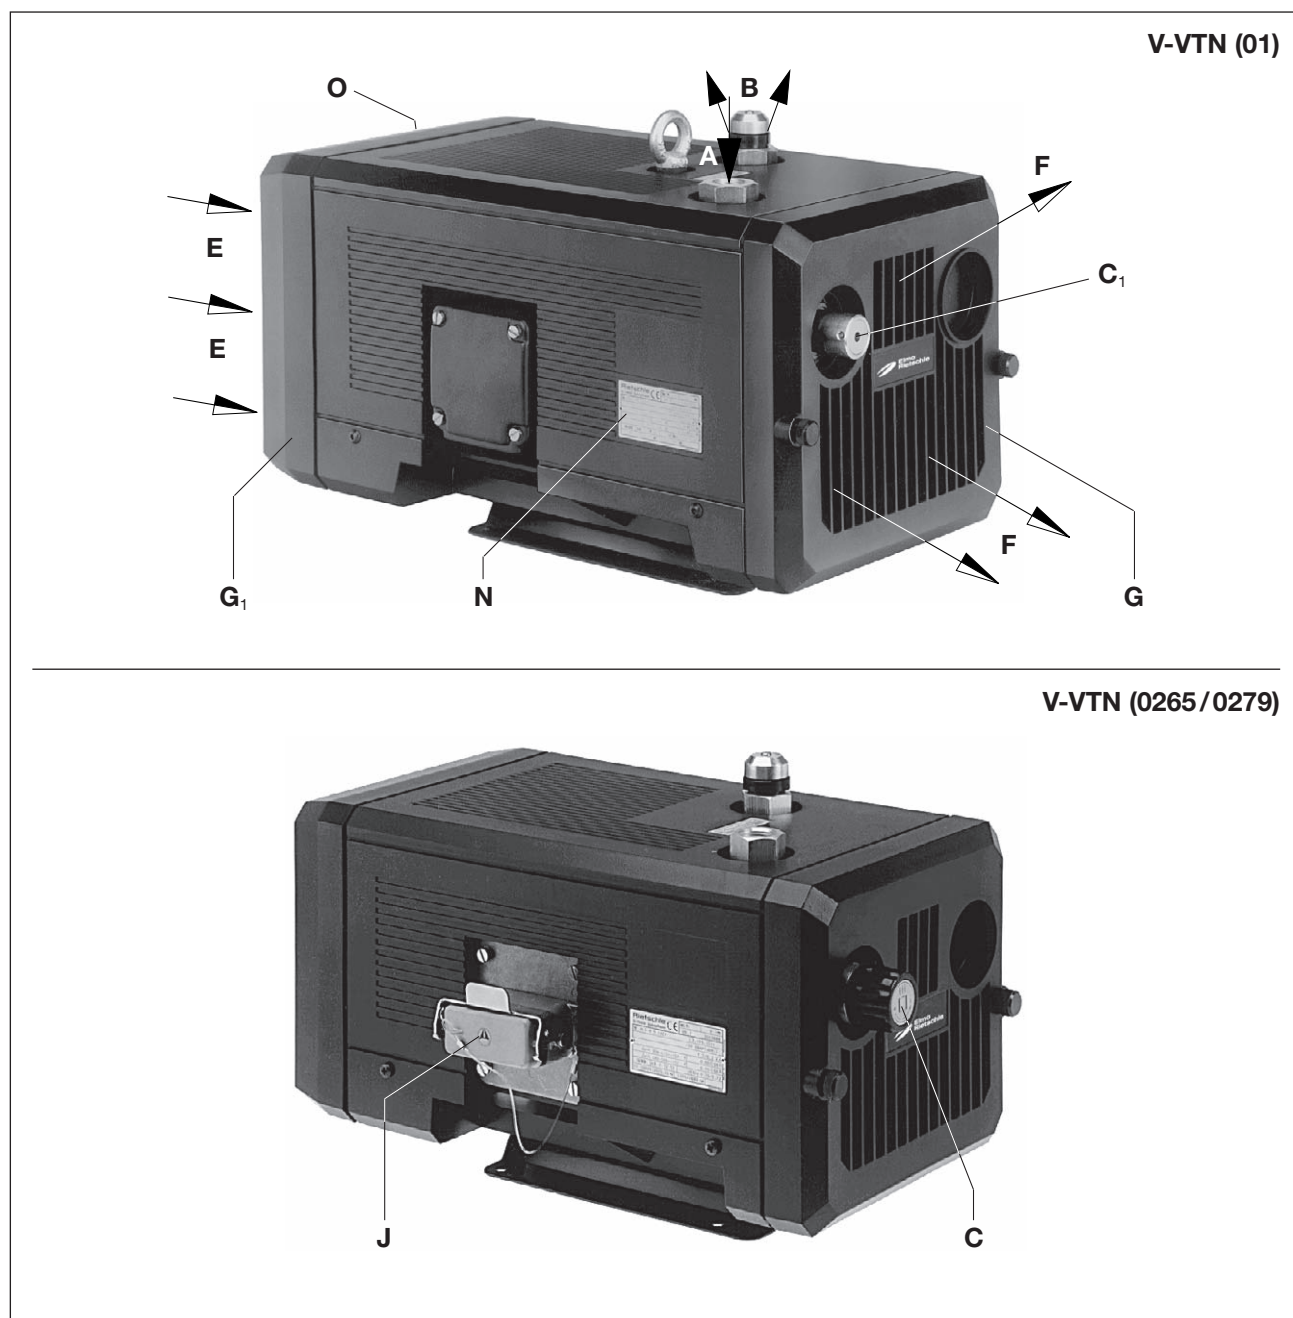
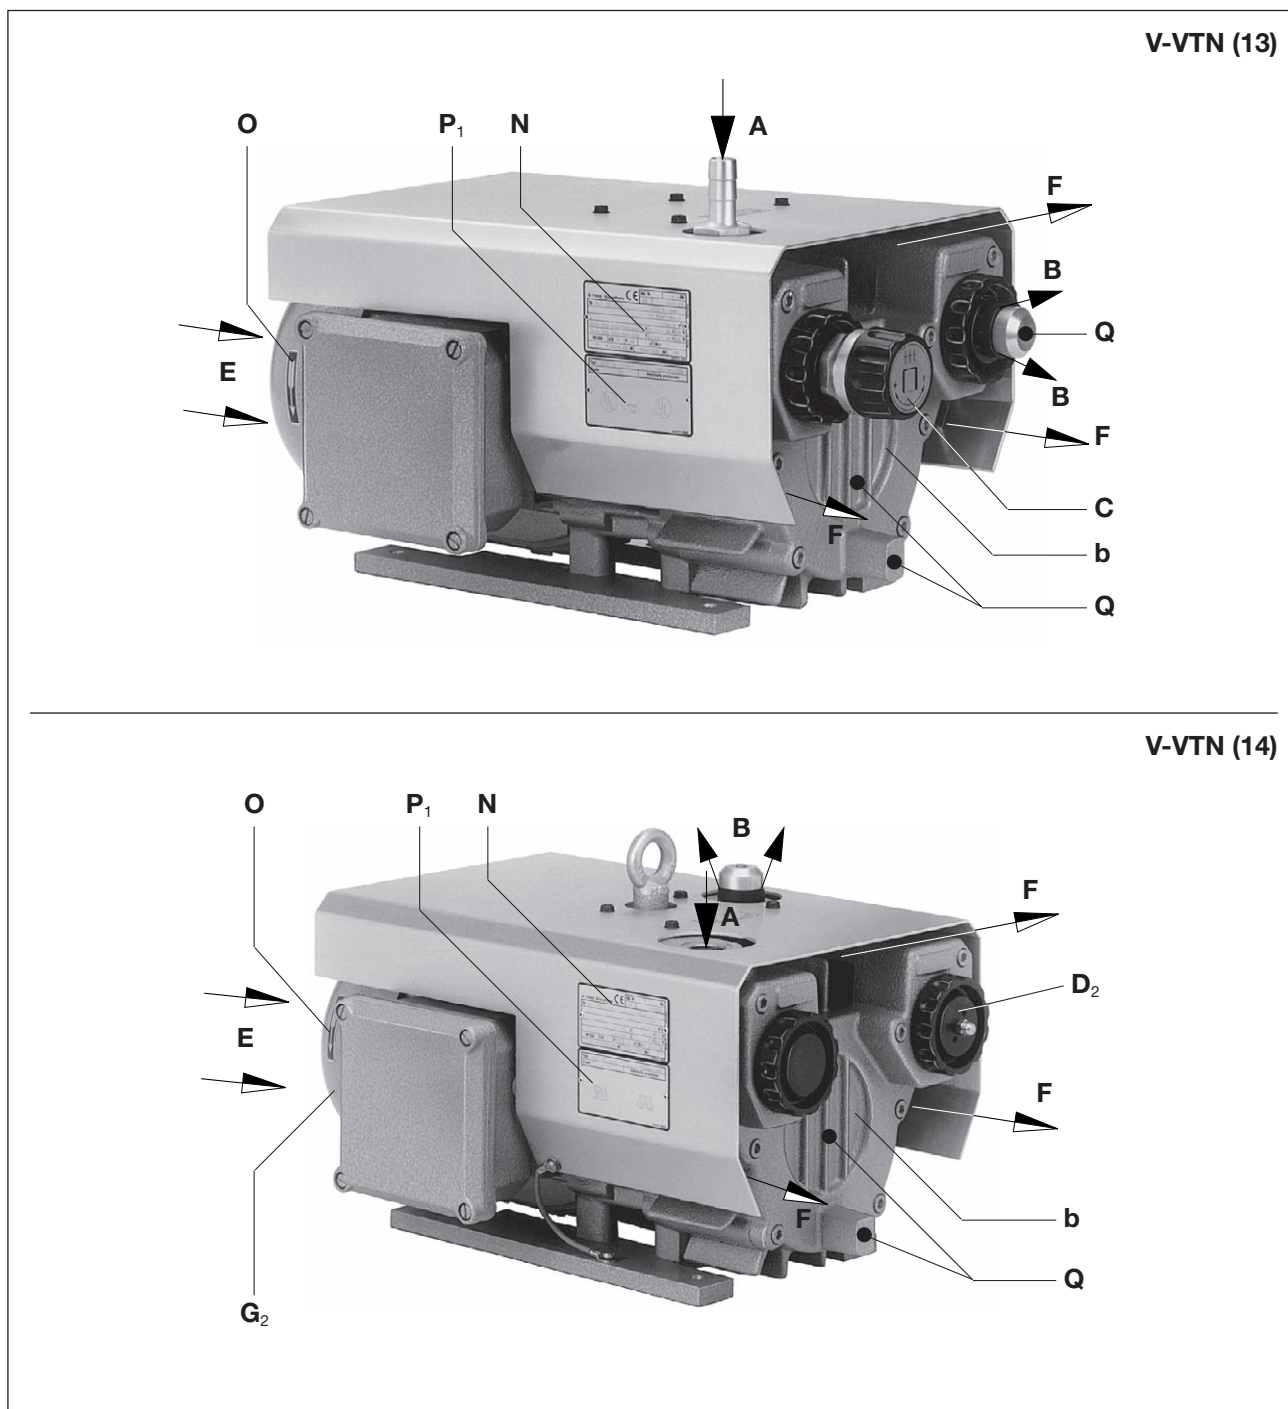

Fig. 2 Bomba de vacío V-VTN (01) / V-VTN (02)
Fig. 3 Bomba de vacío V-VTN (13) / V-VTN (14)
El V- VTN (14) tiene una válvula de aireación (fig. 3/D₂) en el lado de presión.
Las V-VTN (02) y (13) tienen una válvula reguladora de vacío (fig. 2/C) de serie que permite el ajuste del vacío a los valores deseados hasta un límite máximo.
Para el desmontaje de la rejilla de salida (fig. 2/G), la rejilla de aspiración (fig. 2/G₁) y la tapa de la carcasa (fig. 3/b) se requiere un espacio de al menos 30 cm para los trabajos de mantenimiento. Además, asegurarse de que las entradas (fig. 2/E) y las salidas (fig. 2/F) de aire de refrigeración estén a una distancia mínima de 10 cm de la pared (el aire de refrigeración saliente no debe volver a aspirarse).
- a) Conexión de vacío (fig. 2/A).
El ajuste del vacío se puede realizar girando el botón regulador (fig. 2/C) conforme al símbolo indicado en el botón giratorio.
- a) Los datos eléctricos del motor figuran en la placa de características (fig. 2/N) o en la placa del motor (fig. 3/P₁). Los motores se corresponden con EN 60034 y son de índice de protección IP 55 y clase de aislamiento F. El esquema de conexión correspondiente se encuentra en la caja de bornes del motor (no aplicable en versiones con conector para clavijas). Comparar los datos del motor con los datos de la red eléctrica existente (tipo de corriente, tensión, frecuencia de la red, intensidad admisible).
- b) Conectar el motor a través del conector para clavijas (fig. 2/J) o el guardamotor (para la protección hay que proveer un guardamotor y para la protección antitirón del cable un prensaestopas).
En estado caliente, las temperaturas de las superficies de las piezas (fig. 3/Q) pueden superar los 70°C.